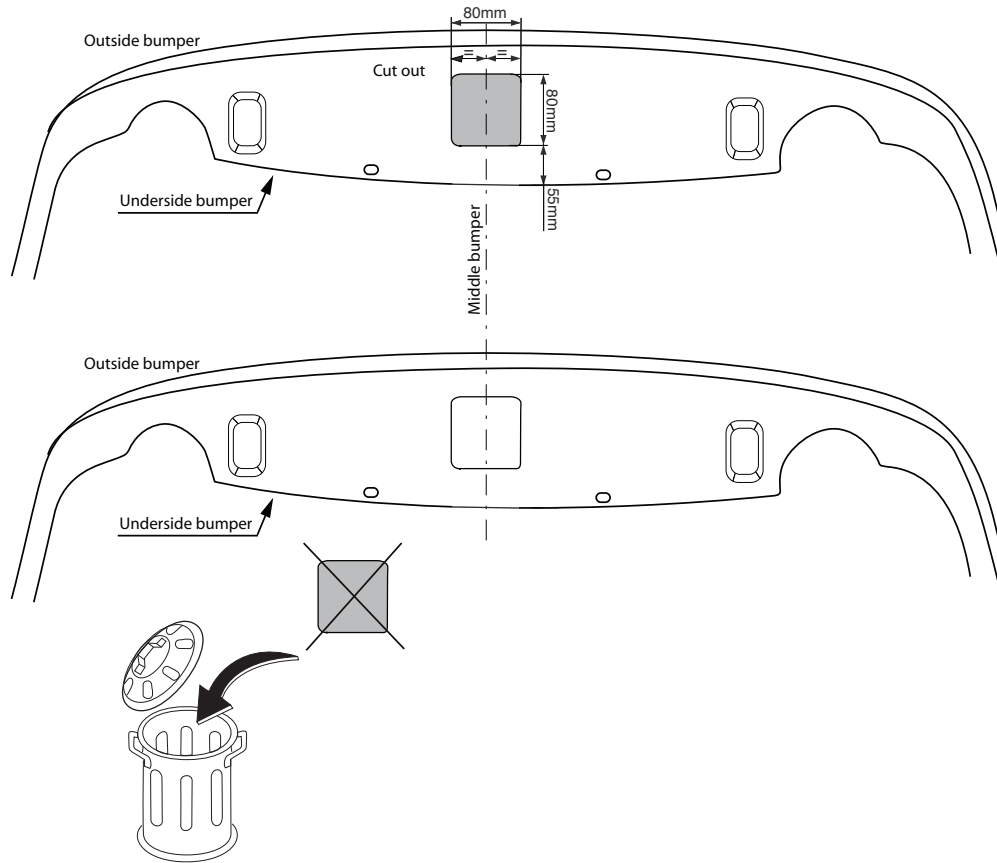

Fig. 2
7. Выпилить часть из бампера в середине снизу, как указано на рис.2.